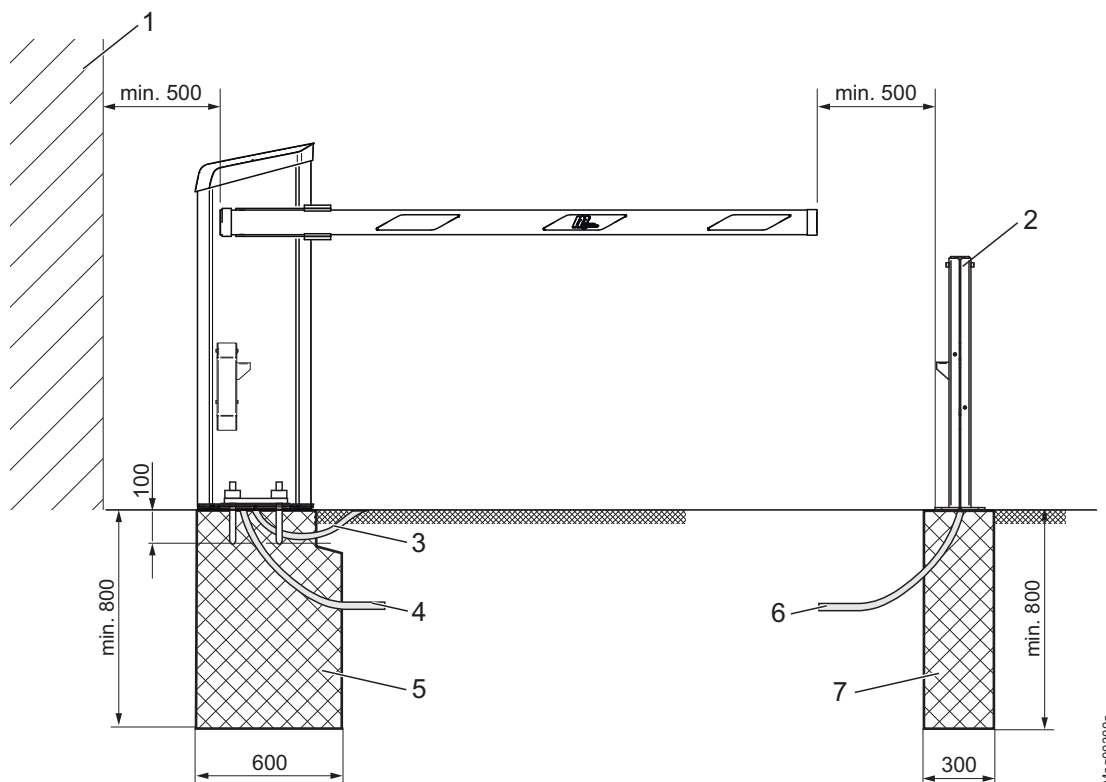
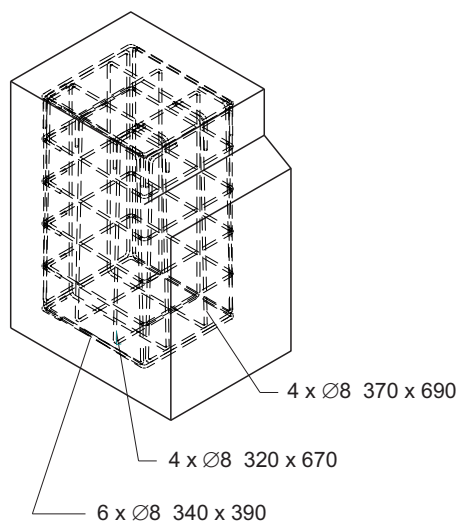
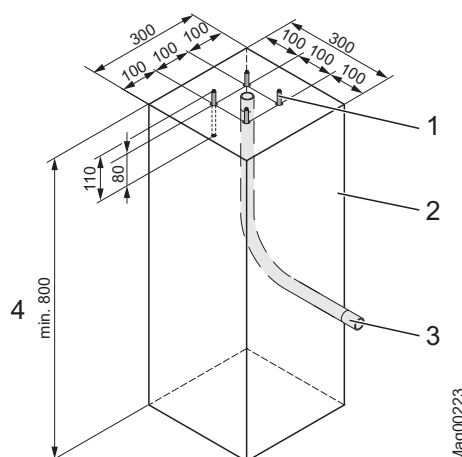

Рис. 10: Монтаж шлагбаумной установки (размер в мм)
Рис. 12: Армированная оплетка
Рис. 14: План для изготовления фундамента под опорную тумбу или тумбу для фоторелейного барьера
- Смонтировать и подключить шлагбаумную установку согласно Рис. 10.
- Между кончиком стрелы шлагбаума и другими объектами, например, стенами или домами необходимо соблюдать безопасное расстояние не менее 500 мм. → См. стр. 49, Рис. 10.
Фундамент должен удовлетворять следующим требованиям: → См. стр. 49, Рис. 10 – 51, Рис. 12.
- Армированная оплетка согласно рис. Рис. 12.
1. Сделать отверстие в фундаменте согласно Рис. 10 и Рис. 11.
2. Через отверстие в фундаменте проложить армированную оплетку согласно Рис. 12.
→ См. стр. 49, Рис. 10.
1. Сделать отверстие в фундаменте согласно Рис. 10 и Рис. 14.
2. Через отверстие в фундаменте проложить полые трубы согласно Рис. 14.
4. Залить фундамент бетоном согласно Рис. 14.